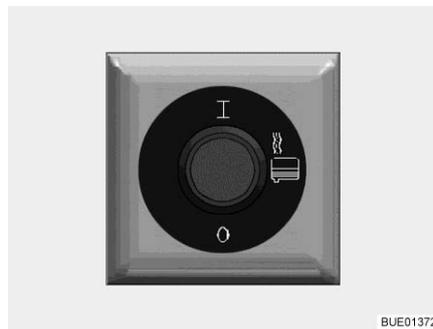

Fig. 150 Interruptor para calefacción de aguas residuales
**Conectar:** ■ Pulsar la parte superior del interruptor (Fig. 150). La calefacción de aguas residuales está conectada y evita que los componentes calentados se congelen.